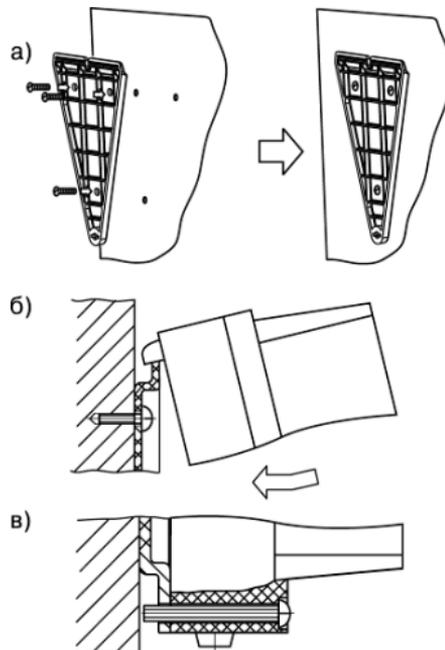

Рисунок 4.1 – Монтаж прибора настенного исполнения
- 1 Закрепить кронштейн тремя винтами М4 × 20 на поверхности, предназначенной для установки прибора (см. Приложение А и рисунок 4.1, а).
- 2 Зацепить крепежный уголок на задней стенке прибора за верхнюю кромку кронштейна (рисунок 4.1, б)
- 3 Прикрепить прибор к кронштейну винтом М4 × 35 из комплекта поставки (рисунок 4.1, в).